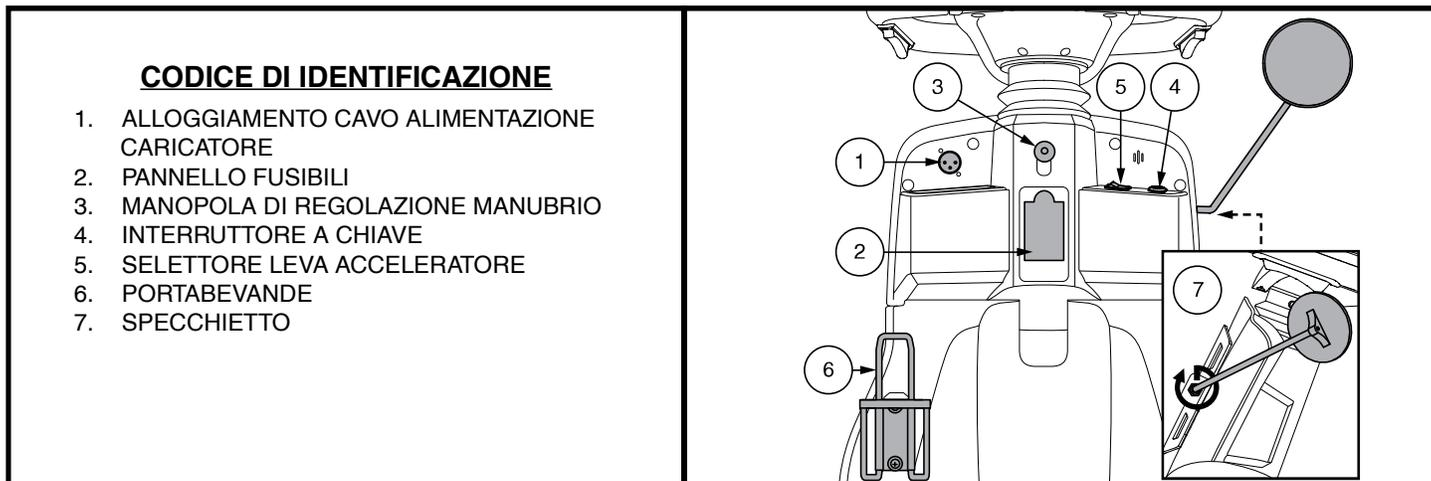

Figura 6. Componenti parte inferiore manubrio
Il cavo di alimentazione del caricatore esterno si collega a questa porta per caricare le batterie. La porta del caricatore esterno si trova sul manubrio. **Vedere figura 6.**
- Inserire la chiave nell'apposito interruttore e quindi ruotare in senso orario per alimentare (accendere) lo scooter. **Vedere figura 6.**
Questo selettore consente di stabilire quale leva dell'acceleratore (destra o sinistra) abilitare. **Vedere figura 6.**